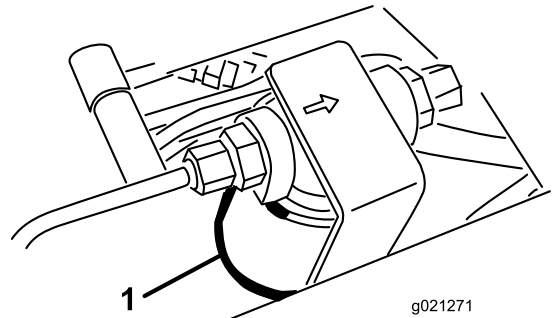
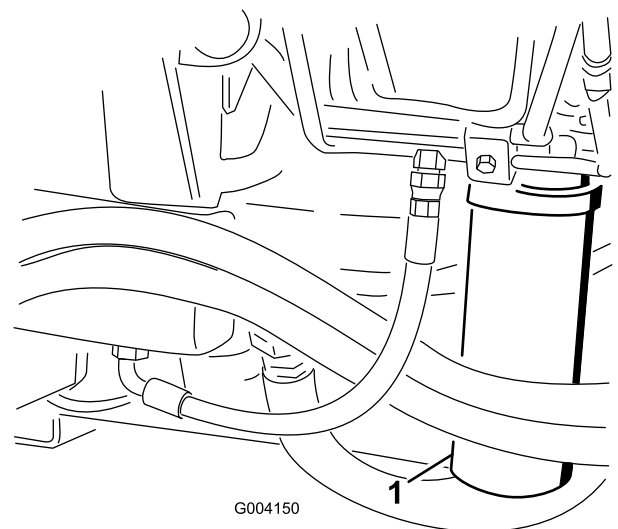

Figura 102
Figura 103
- Limpe a área à volta da área de montagem do filtro e coloque um recipiente de drenagem por baixo do filtro (Figura 102) e (Figura 103).